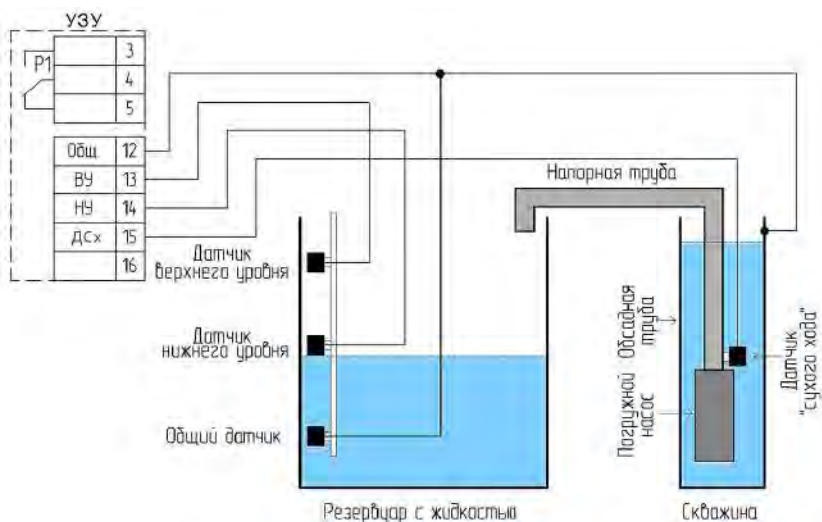

Рис. 1 Включение электродвигателя в режиме работы «датчик уровня»
1) при уровне жидкости в резервуаре ниже датчика нижнего уровня происходит автоматическое включение электродвигателя насоса для подачи жидкости в резервуар (см. Рис.1);